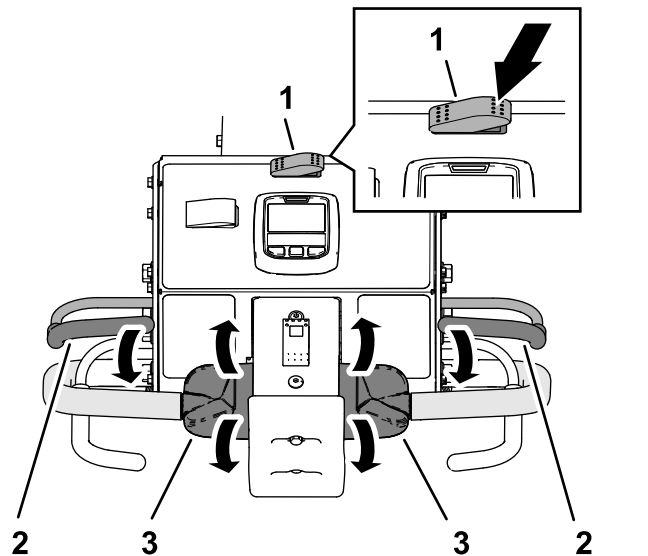

Figura 87
3. Apăsăi partea dreaptă a comutatorului de transport/aerare în poziția AERARE (Figura 87).
5. Prindeți bara de ghidare din stânga sau din dreapta și maneta pentru prezența operatorului (Figura 87) și strângeți maneta spre bara de ghidare.